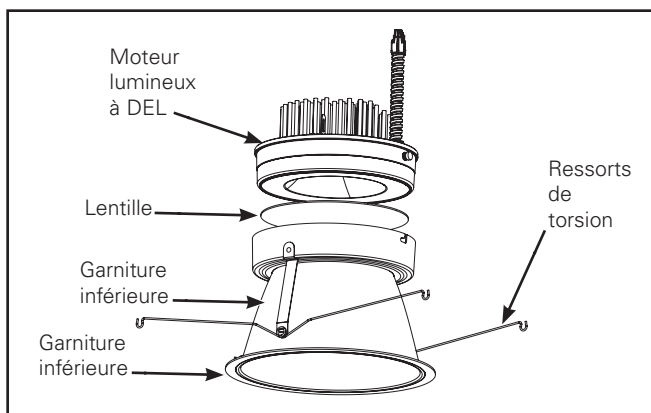

Figure 2. Assemblage de la garniture inférieure
1. Retirez le réflecteur de son emballage de protection. Retirez la bague de garniture en plastique et jetez-la. Retirez le moteur lumineux à DEL de l'emballage de protection (Figure 2.).